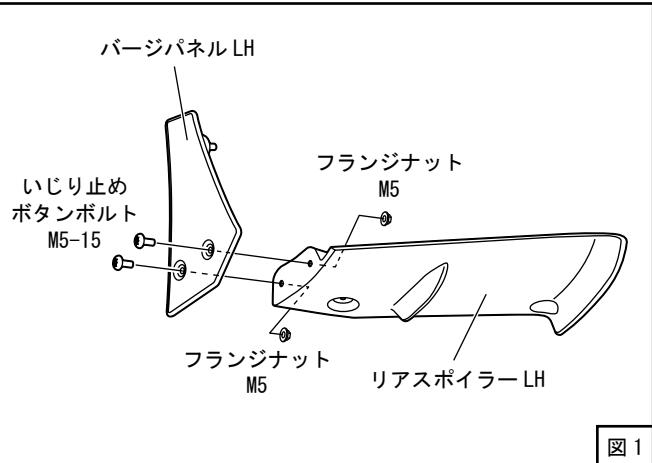

図 1
(1) リアspoイラー LH にいじり止めボタンボルト M5-15 を使用してバージパネル LH を取付けてください。(図 1)